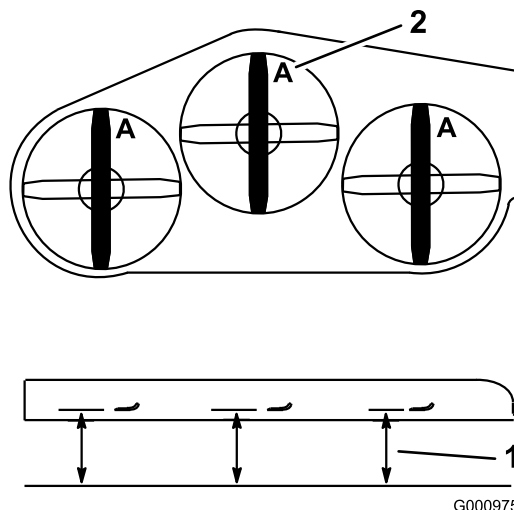

Figure 88
2. Mesurez la distance entre la surface plane et le tranchant (position A) des lames (Figure 88).